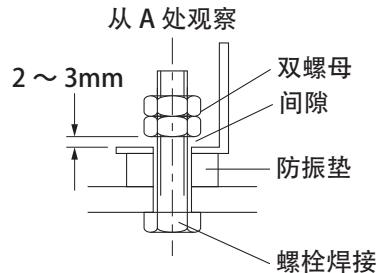

图 1
① CRM-S 系列、CRMH-S 系列、CRH 系列
- c 为了发挥防振垫的作用，螺栓与防振垫之间应该留出一定间隙后进行固定。(请参照图 1)